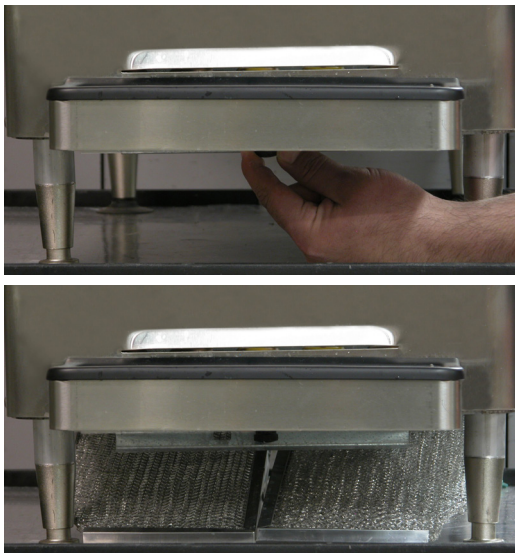

Figure 3-10 E112 Enlèvement du Filtre Condenseur
- A. Dévissez le bouton qui est dessous la machine vers l'avant (Fig. 3-10).